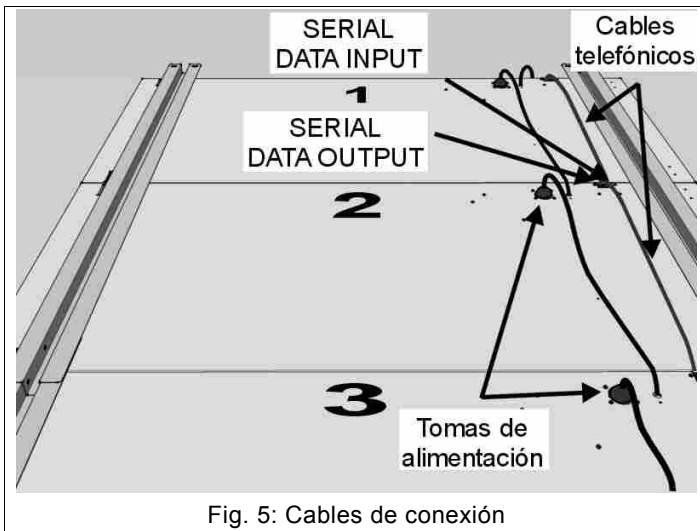
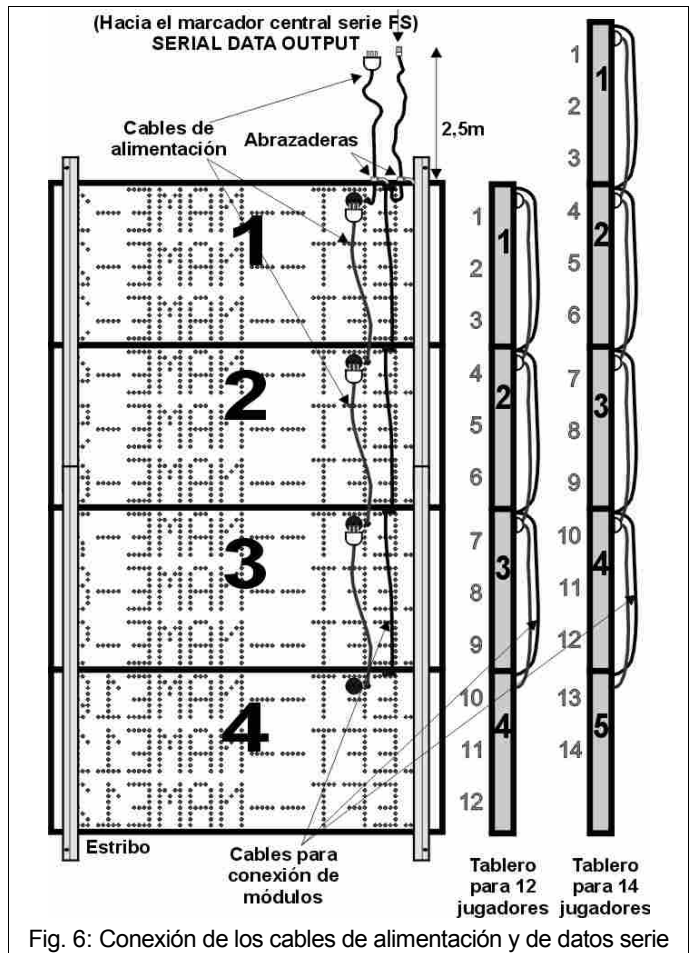

Fig. 5: Cables de conexión
Fig. 6: Conexión de los cables de alimentación y de datos serie
Después de ensamblar los módulos de un marcador con los estribos de montaje, pueden ser conectados eléctricamente. Los módulos del marcador llevan detrás (Fig. 5):
1. Conecte la salida "SERIAL DATA OUTPUT" de cada módulo a la entrada "SERIAL DATA INPUT" del módulo inmediatamente debajo (Fig. 5, Fig. 6), usando los cables telefónicos (1m aproximadamente).
3. Enchufe el cable de alimentación del módulo superior en la toma correspondiente; sujete el otro extremo del cable en la parte alta del marcador (Fig. 6) con una abrazadera. Con esto se pretende facilitar el acceso del enchufe fijándolo encima del marcador después de haber instalado éste último en la pared.
4. Con cada tablero de los nombres de los jugadores se suministra un cable de 3 m, que debe ser enchufado en el conector "SERIAL DATA INPUT" del módulo superior; deje unos 2,5 m de cable libre para sujetarlo encima del tablero con la abrazadera (Fig. 6). Esto facilita la conexión del cable serie de transmisión de datos después de colgar el marcador en la pared.